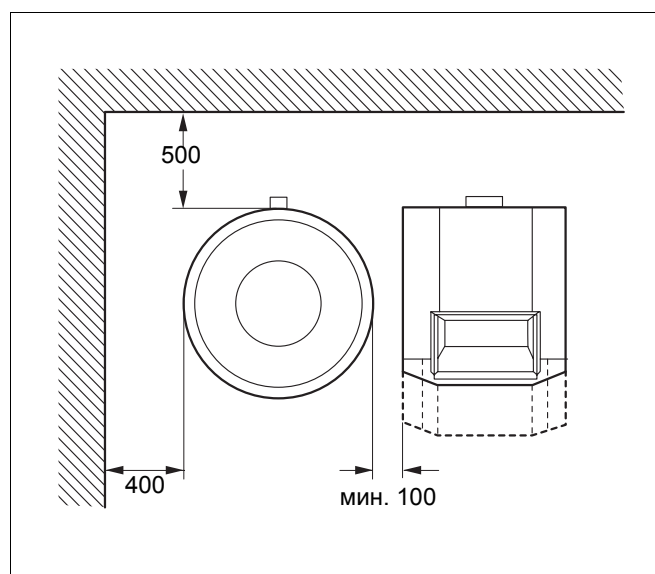

Рис. 1 Минимальные расстояния для монтажа и технического обслуживания
- Уложить на бак-водонагреватель теплоизоляционный элемент (только на SU300/1) и верхнюю крышку (рис. 1, страница 6).
Для удобства проведения монтажа и технического обслуживания при установке отопительного котла и бака-водонагревателя необходимо выдерживать минимальные расстояния (рис. 1).